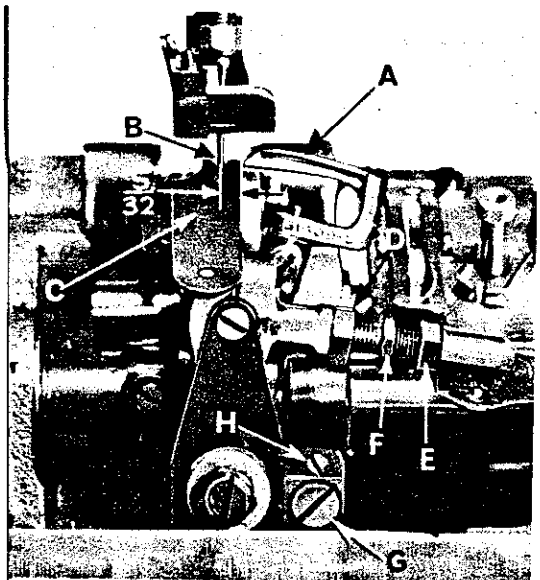

Fig. 6
En máquinas de dos agujas, se hace este ajuste entre la punta del looper derecha en su posición a la derecha y la aguja derecha. Para cambiar el calibre se afloja primero la tuerca izquierda (D, Fig. 6) que tiene la rosca hacia la izquierda, y después, la tuerca del lado derecho (E, Fig. 6). Se aumenta o se disminuye la distancia entre el centro de la aguja y la punta del looper mediante la cabeza hexagonal de la tuerca doble en el centro de la conexión entre las tuercas D y E. Cuando el calibre esté correcto, se aprietan las dos tuercas, primero el lado derecho (tuerca E) y después la otra tuerca (D).